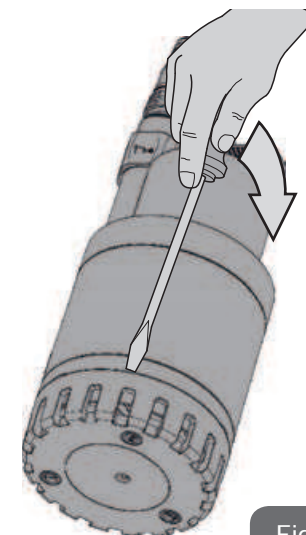

Fig. 10
- Å Lossa insugningsgallret genom att föra in en skruvmejsel mellan pumpens mantel och insugningsgallret och vrida på den (fig. 10).
- Lossa insugningsgallret genom att föra in en skruvmejsel mellan pumpens mantel och insugningsgallret och vrida på den (fig. 10).